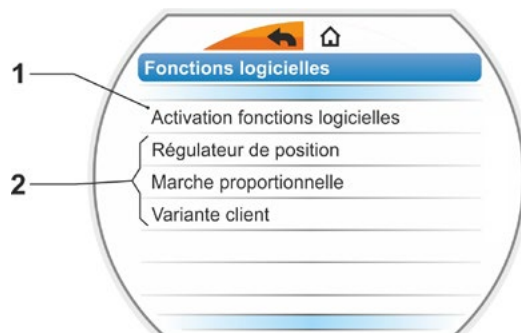

Fig. 1 : menu « Fonctions logicielles »
Le menu « Fonctions logicielles » avec la sous-option « Activation des fonctions logicielles » (Fig. 1, Pos. 1) apparaît.
Si des fonctions logicielles et/ou des variantes client paramétrables sont déjà activées, le nom de ces dernières est affiché, Fig. 1, Pos. 2.
6. Confirmer « Suivant » (Pos. 6). Le visuel passe au menu « Fonctions logicielles » et la fonction activée est affichée en conséquence (voir aussi ci-dessus l'opération de commande 1 et Fig. 1 Pos. 2).